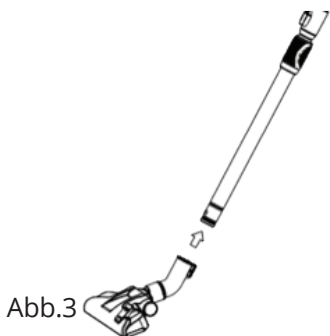

Abb.3
**Abb.3** zeigt die Verbindung des Rohrs und des Bürstenwerkzeugs: